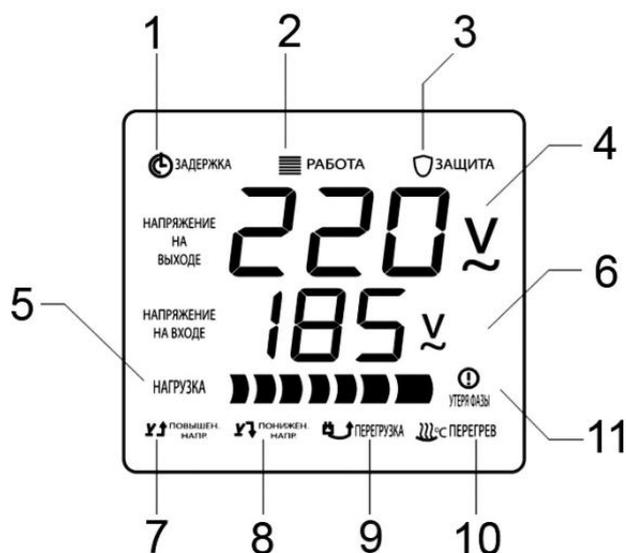

Рис. 2
- В ходе эксплуатации стабилизатора, на цифровом ЖК-дисплее стабилизатора (См. Рис.2) могут появляться следующие обозначения: